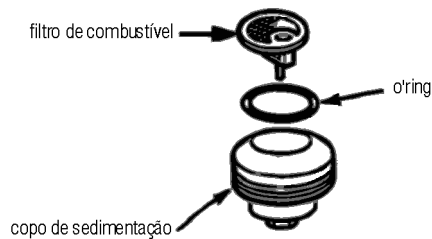

Fig. 24 – limpeza dos componentes
- 4 – Desmonte o sistema, retirando o filtro de combustível, o anel o'ring e o copo de sedimentação (fig. 24);